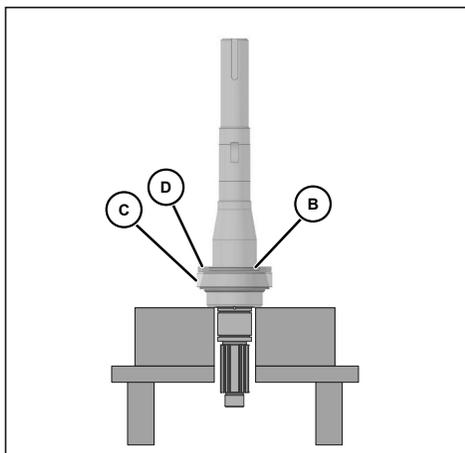

Ilustración 80 - Instalación de los separadores interno y externo y de la copa inferior
4. Coloque el separador interno (Ilustración 80, elemento B) sobre el eje, el cono inferior y el montaje del rodamiento.